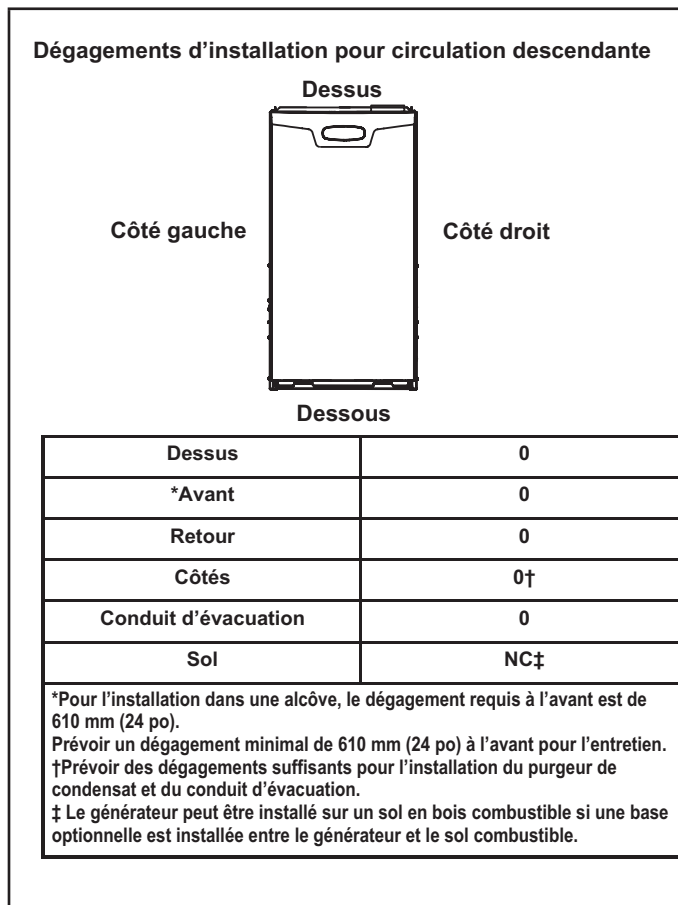

Figure 13
Prévoir les dégagements de protection contre les matières combustibles qui figurent sur la plaque signalétique de l’appareil. Les dégagements minima pour installation dans un placard ou une alcôve sont indiqués à la Figure 13.
**Se reporter à la Figure 13 pour les dégagements prescrits pour les configurations descendantes.**